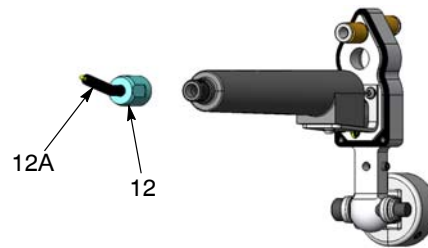

Figura 31 Demontarea multiplicatorului din carcasă
3. A se vedea Figura 31. Deșurubați piulița multiplicatorului (12). Desfaceți contactul multiplicatorului (12A) de la piuliță și înlocuiți-l dacă este deteriorat.
Pistoale montate pe bară: A se vedea Figura 31. Instalați contactul în gaura multiplicatorului și fixați-o bine cu piulița multiplicatorului.